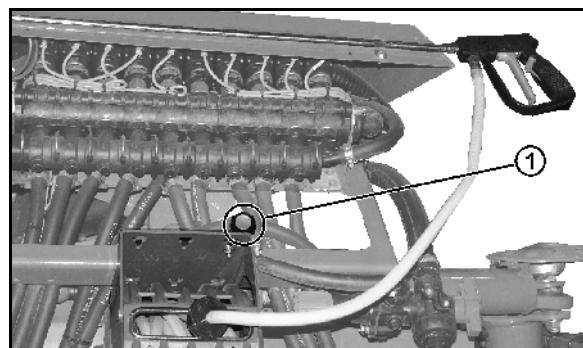

Рис. 118
- во включенном состоянии обеспечивает постоянную циркуляцию жидкости в распределительном трубопроводе. Для этого за каждой секцией закреплен специальный шланг для подсоединения к промывочному контуру (Рис. 118/1);
- по одному шлангу для подсоединения к промывочному контуру (Рис. 118/1) на секцию;